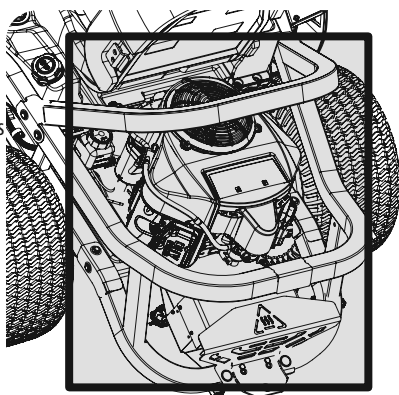

Figura 33
- Mantenga ambos lados de las ranuras de enfriamiento de la transmisión, el colector de escape, alrededor de los fusibles, todo el cableado y los arneses de cables, el tubo del silenciador, el protector del silenciador, los filtros de admisión del motor y las aletas de refrigeración, etc. libres de residuos de pasto y hojas. Consulte la Figura 33.